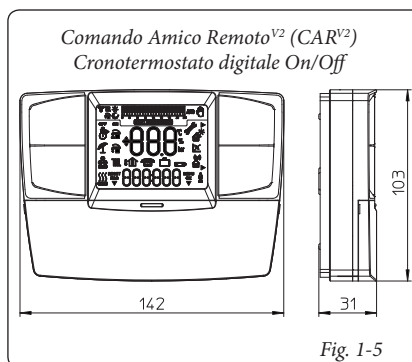
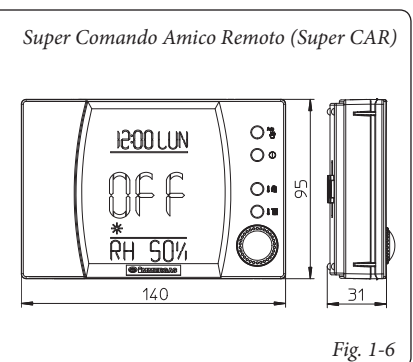

Fig. 1-5
Fig. 1-6
- Cronotermostato digitale Immergas On/Off (Fig. 1-5). Il cronotermostato consente di:
- Sono disponibili 2 tipologie di comandi remoti: Comando Amico Remoto^{V2} (CAR^{V2}) (Fig. 1-5) e Super Comando Amico Remoto (Super CAR) (Fig. 1-6) entrambi con funzionamento di cronotermostati climatici. I pannelli dei cronotermostati consentono all'utente, oltre alle funzioni illustrate al punto precedente, di avere sotto controllo e soprattutto a portata di mano, tutte le informazioni importanti relative al funzionamento dell'apparecchio e dell'impianto termico con la opportunità di intervenire comodamente sui parametri precedentemente impostati senza necessità di spostarsi sul luogo ove è installato l'apparecchio. Il pannello è dotato di autodiagnosi per